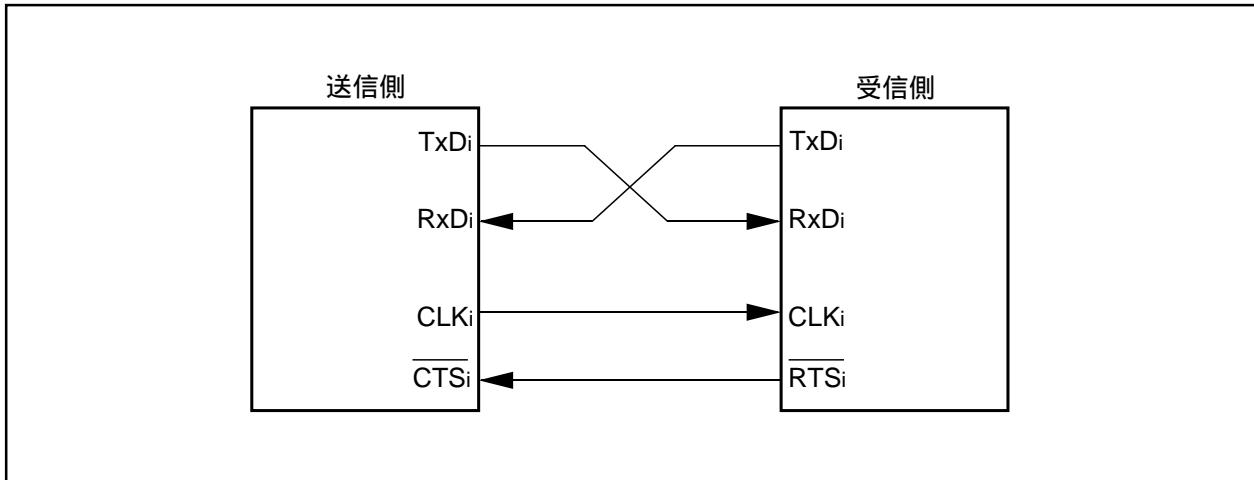

図2.3.11. 結線例
送受信 (1) 外部クロック選択時、RTSi機能を選択した場合は、受信可能状態になるとRTSi端子の出力レベルが“L”になり、受信が可能になったことを送信側に知らせます。受信が開始されるとRTSi端子の出力レベルは“H”になります。このため、RTSi端子を送信側のCTS_i端子に結線すると、送受信のタイミングを合わせることができます。内部クロック選択時はRTSi機能は無効です。図2.3.11に結線例を示します。